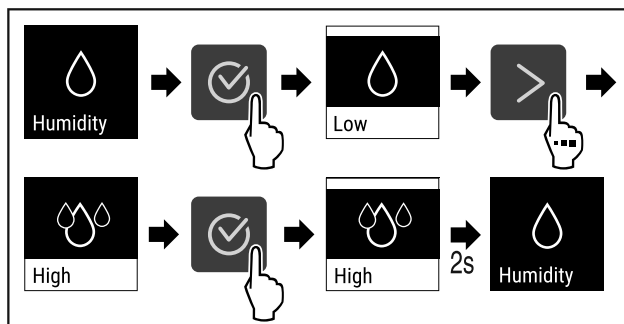

Fig. 74
- ▶ Eseguire i passi (vedere Fig. 74).